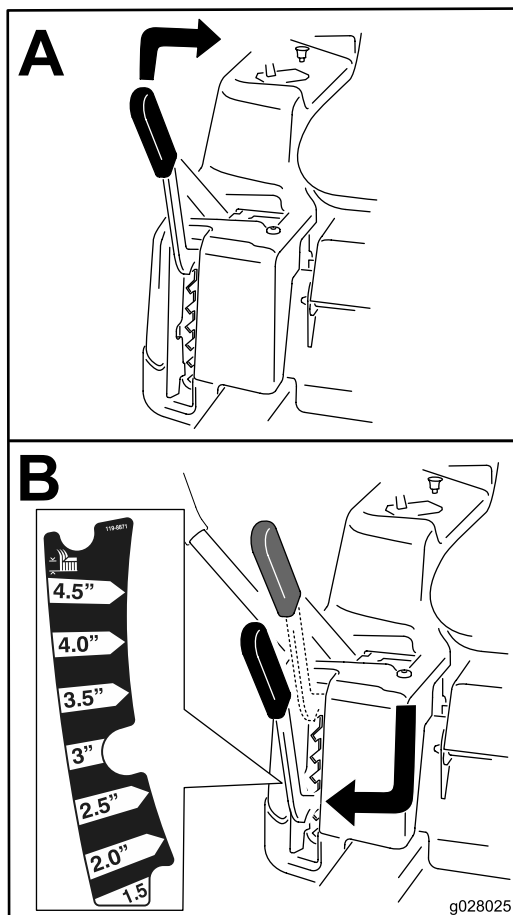

Figure 14
**Remarque:** La position de transport est la position de hauteur de coupe la plus élevée (115 mm [4½ po]), comme montré à la Figure 14.